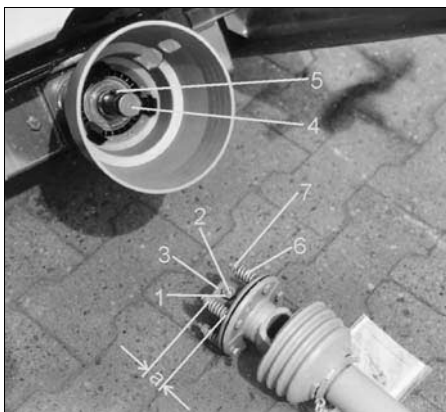

Fig. 42
- Kontramøtrikken (Fig. 42/1) i friktionskoblingens tilslutningsgaffel løsnes. Gevindstiften (Fig. 42/2) skrues ud.
- Fjedrene (Fig. 42/6) aflastes ved at løsne møtrikkerne (Fig. 42/7).